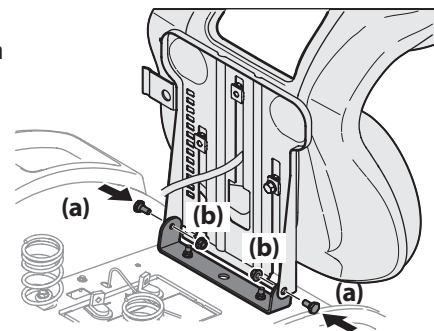

Figure 2
4. Fixez un côté du siège au support avec les boulons à épaulement (a) et les écrous autobloquants (b) retirés à l'étape 3. Retenez le siège pendant que vous enlevez le tournevis Phillips et que vous fixez l'autre côté. Prenez garde de ne pas coincer ou endommager le faisceau de câbles pendant que vous installez le siège. Voir Figure 2. Serrez à un couple de 9,5 à 11,6 N m (de 84 à 103 po-lb).